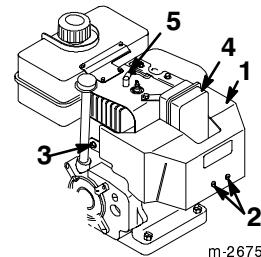

Figure 19
Si la déneigeuse doit être utilisée à une température extérieure supérieure à 4°C (40°F), déposez la boîte de chauffage du carburateur (Fig. 19).
1. Débranchez la bougie et éloignez le capuchon pour éviter tout risque de contact accidentel (Fig. 19).
2. Retirez les deux vis Phillips, les deux vis à tête hexagonale et la rondelle-frein qui fixent la boîte de chauffage en position (Fig. 19).
- Reconnectez la bougie (Fig. 19).